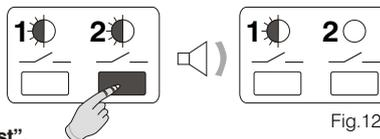

Fig.12
- Mantenere premuto il **tasto**  fino alla emissione di un singolo segnale acustico, quindi rilasciarlo. Il **LED 2** è spento ed il **canale 2** è indipendente dal **cronotermostato "Master"** (fig.12).